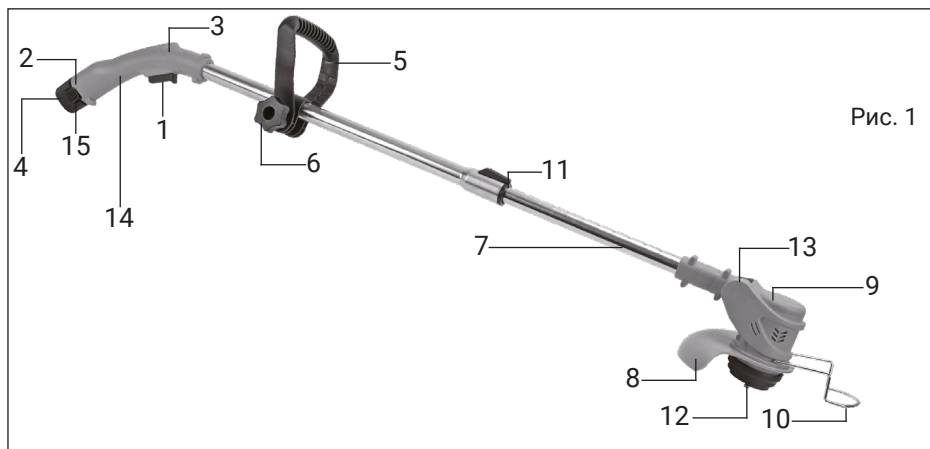

Рис. 1
Основные функции и внешний вид триммера на рис. 1.
3.3 Аккумуляторный триммер состоит из электродвигателя постоянного тока в пластиковом корпусе (рис. 1, поз. 9) на который крепятся защитный пластиковый кожух (рис. 1, поз. 8), металлический ограничитель (рис. 1, поз. 10), а также вал для установки режущего инструмента (диска, ножа) (рис. 1, поз. 12). Нижняя часть тримера соединяется телескопической штангой (рис. 1, поз. 7) с основной рукояткой (рис. 1, поз. 14) на которой располагаются выключатель (рис. 1, поз. 1), платформа для подключения аккумулятора (рис. 1, поз. 2), а также регулируемая дополнительная рукоятка (рис. 1, поз. 5).
3.4 Для начала работ необходимо нажать на выключатель (рис. 1, поз. 1), Для остановки электродвигателя необходимо отпустить выключатель (рис. 1, поз. 1).
Для снятия аккумулятора необходимо нажать кнопки фиксатора аккумулятора (рис. 1, поз. 15) и сдвинуть его немного назад.
Отрегулируйте телескопическую штангу (рис. 1, поз. 7) по высоте на удобное для оператора расстояние с помощью клавиши фиксации (рис. 1, поз. 11), для этого необходимо зажать клавишу фиксации (рис. 1, поз. 11), после чего отрегулировать нужную высоту и зафиксировать это положение отпустив кнопку (рис. 1, поз. 11) в обратной последовательности.
Отрегулируйте нижнюю часть тримера, так что бы во время работы режущую часть удобно было перемещать параллельно поверхности скашивания, для этого необходимо нажать и удерживать кнопку регулировки угла наклона нижней части тримера (рис. 1, поз. 13), установить необходимый угол наклона и отпустить кнопку регулировки в исходное положение.
Установите дополнительную рукоятку в удобное положение, ослабив фиксатор регулировки (рис. 1, поз. 6), после чего зафиксируйте это положение фиксатором регулировки (рис. 1, поз. 6).